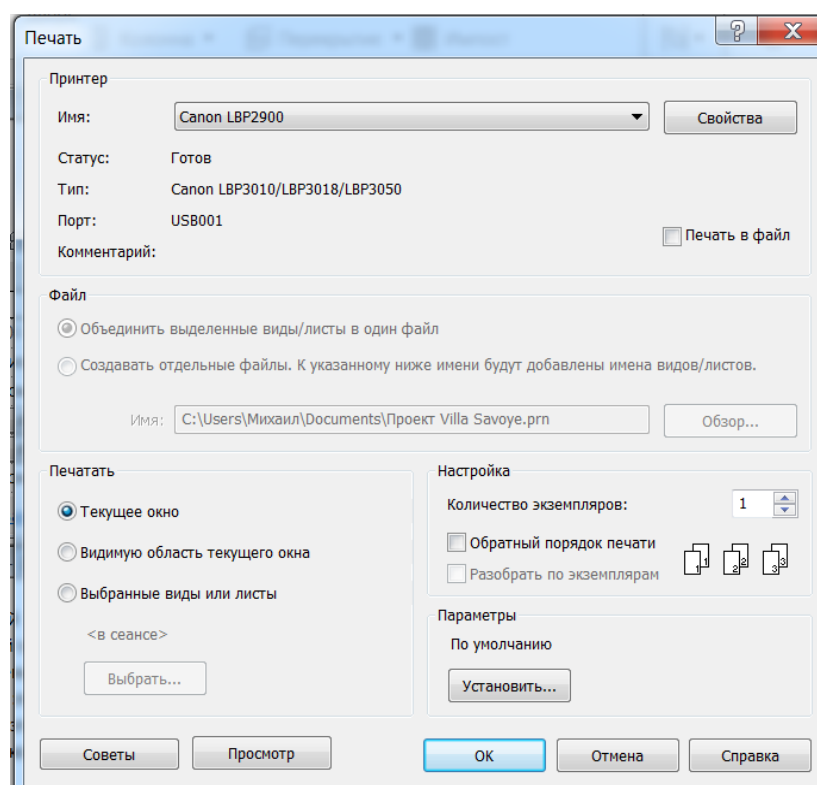

Рис.131
1. Выбрать в меню приложения **Печать** (рис.131).
4. В разделе **Печатать** (рис.131) указать, требуется ли распечатать текущее окно, видимую часть текущего окна или выбранные виды/листы. Для выбора видов/листов нажать кнопку **Выбрать** и выбрать элементы в диалоговом окне.